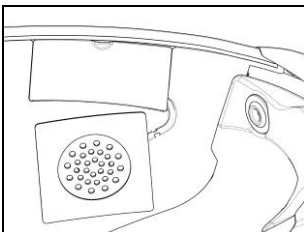

Abb. 10
- Bringen Sie den linken Lautsprecher in seinem Sitz an und achten Sie darauf, dass das Kabel in der dafür bestimmten Rille zu liegen kommt. Falls erforderlich, machen Sie den Kopfhörer mit Hilfe des mitgelieferten Klebebands fest (Abb. 10).